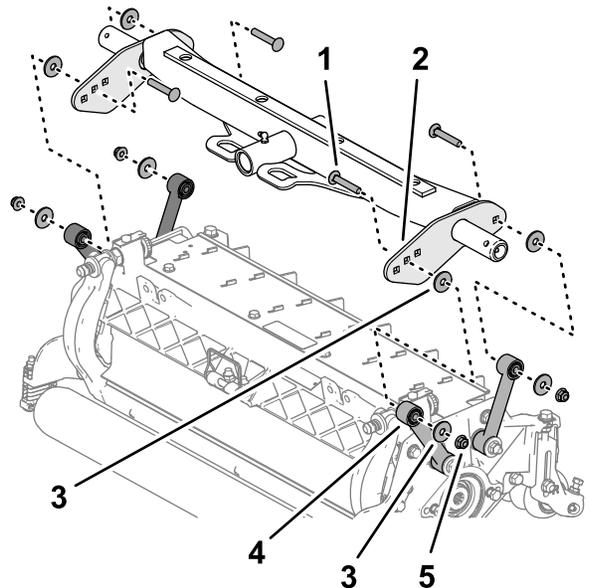

图 18
2. 对齐承载板和连杆之间的垫圈 图 18 并使用托架螺栓 $\frac{3}{8} \times 2\frac{1}{4}$ 英寸、垫圈和凸缘锁紧螺母 $\frac{3}{8}$ 英寸松动地组装板和隔片。